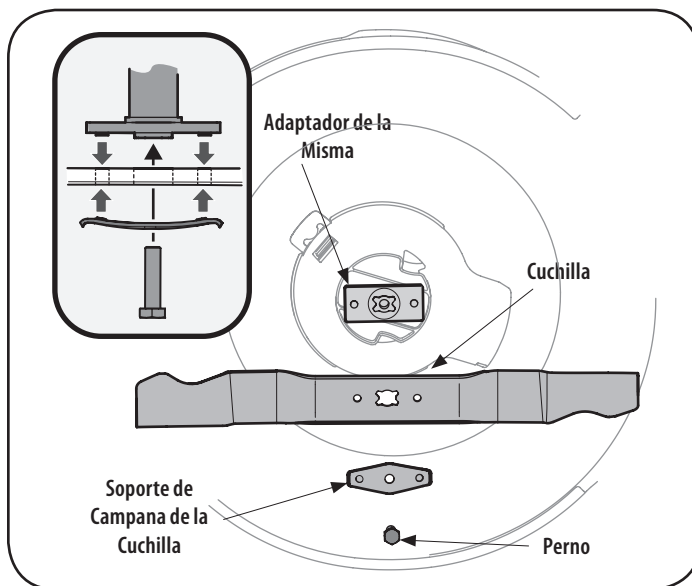

Figura 18
2. Saque el perno y el soporte de campana de la cuchilla que sostienen la cuchilla y el adaptador de la misma al cigüeñal del motor. Vea la Figura 18.
5. Lubrique el cigüeñal del motor y la superficie interna del adaptador de la cuchilla con aceite ligero. Deslice el adaptador de la cuchilla sobre el cigüeñal del motor. Instale la cuchilla en el adaptador con el lado marcado "Grass Side" (o con el número de parte) hacia el piso cuando la cortadora de césped está en posición de funcionamiento. Asegúrese que la cuchilla quede alineada y asentada en las bridas del adaptador. Vea la Figura 18 inserto.